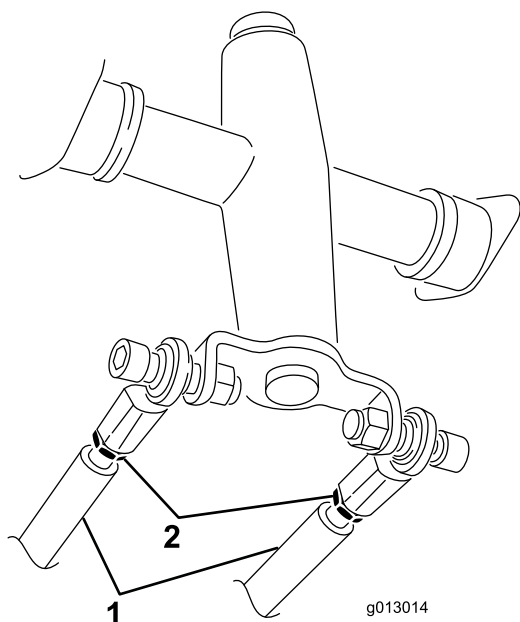

Figure 63
3. Desserrez les écrous de blocage sur les tiges de déplacement, sous le panneau de commande (Figure 63).